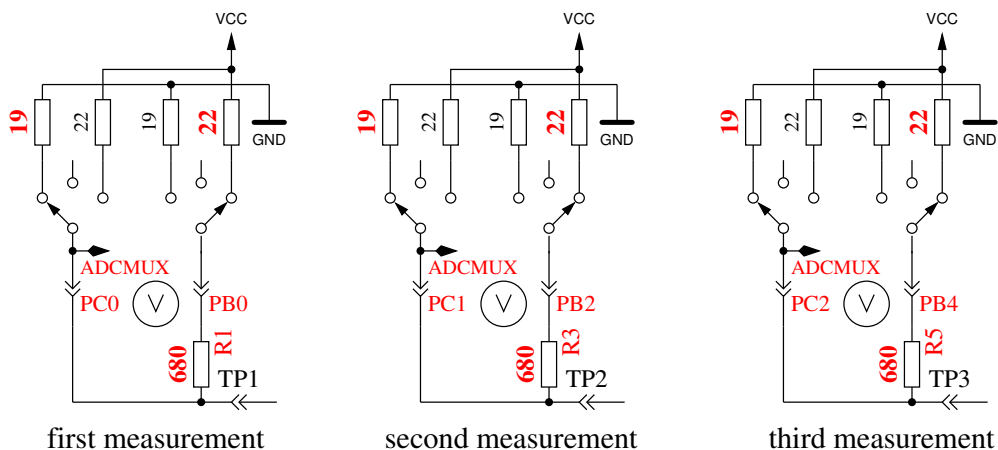

Abbildung 5.45: Messung des Innenwiderstandes von auf GND geschalteten Port-C-Ausgängen.
5. Dieser Schritt testet die **Fähigkeit von mit GND (-) verbundenen 470kΩ-Widerständen (H) die Testpins auf GND zu ziehen**. Zeile 1 zeigt den Text „RH-“. Zeile 2 sollte für alle drei Pinne Null mV anzeigen.
6. Dieser Schritt testet die **Fähigkeit von mit VCC (+) verbundenen 470kΩ-Widerständen (H) die Testpins auf VCC zu ziehen**. Zeile 1 zeigt den Text „RH+“. Der bestmögliche mV Wert für die drei Messungen wäre 0 in Zeile 2, da die Diffenz zu VCC dargestellt wird. große Abweichungen vom Idealwert für Schritt 5 und 6 sind Fehler wie Isolations-Problem, Flussmittelreste oder beschädigter Port.
7. **Messung des Innenwiderstandes eines auf GND geschalteten Ausgangs.** Dieser und die folgenden Schritte werden nur bei gewählter AUTO_CAL Option durchgeführt. Die internen Port C Widerstände von auf GND (-) geschalteten Ausgängen werden mit dem Strom der nach VCC (+) geschalteten 680Ω Widerstände gemessen, siehe Abbildung 5.45. Es werden nur die drei Pins des ADC-Ports vermessen, die Widerstands-Ports PB0, PB2 und PB4 können nicht ohne Veränderung der Hardware gemessen werden. Es wird angenommen, dass die Portwiderstände von unterschiedlichen Ports nahezu identisch sind. Der Widerstandswert wird im nächsten Schritt mit ausgegeben.